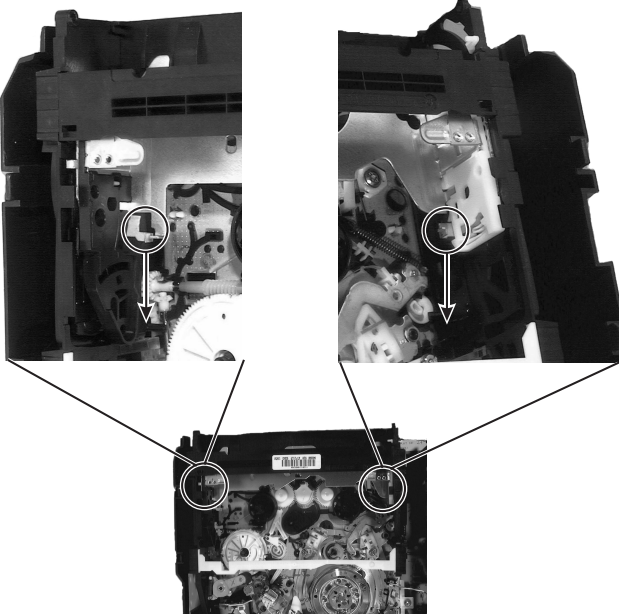
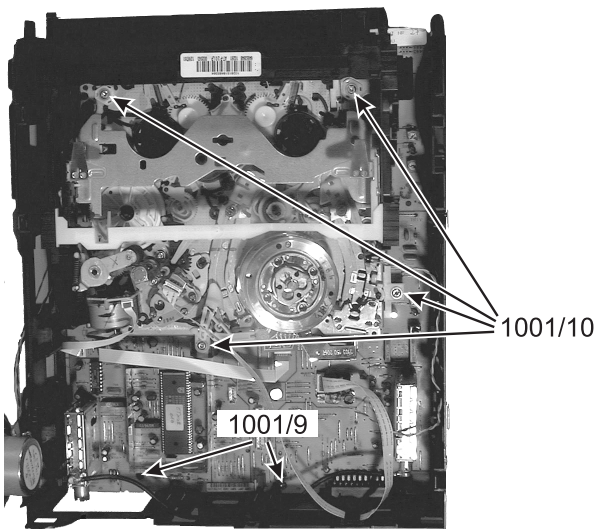

Figura 4-5
Figura 4-6
10. Para quitar el conjunto de mecanismo de arrastre y Motherboard del cerco, quitar los 6 tornillos 1101/9 y 1001/10 (ver figura 4-6). Previamente, empujar el elevador 5 cm hacia atrás después de desbloquear los dos bloqueos de elevador (ver figura 4-5).